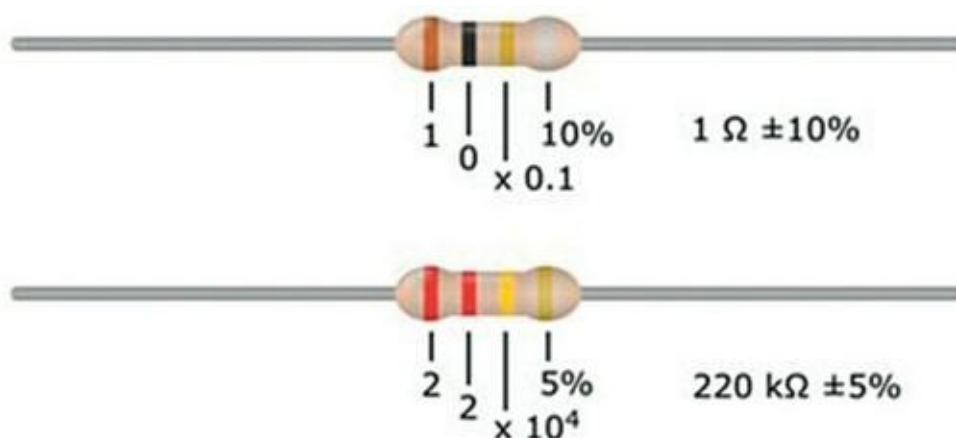

FIGURE 5-10 Décodez la série de bandes colorées pour déterminer la résistance.
- » **Rouge-rouge-jaune-or** : Des bandes rouge (2), rouge (2), jaune (4 zéros) et or ($\pm 5 \%$) (voir Figure 5-10, partie supérieure) indiquent une résistance nominale de 220 000 Ω , ou 220 k Ω , cette valeur pouvant, en réalité, varier de 5 % dans un sens ou dans un autre. Il s'agit donc d'un élément dont la résistance est comprise entre 209 k Ω et 231 k Ω .
- » **Marron-noir-or-argent** : Des bandes marron (1), noire (0), or (0,1) et argent ($\pm 10 \%$) (voir Figure 5-10, partie inférieure) indiquent une valeur de $10 \times 0,1 = 1 \Omega$, cette valeur pouvant varier de 10 %. La résistance réelle est donc comprise entre 0,9 Ω et 1,1 Ω .